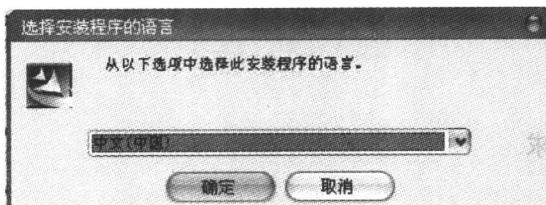

图 1-2 【选择安装程序的语言】对话框
- 单击【Install License Server】选项，安装 UG NX 4.0 许可证程序。系统弹出如图 1-2 所示的【选择安装程序的语言】对话框。